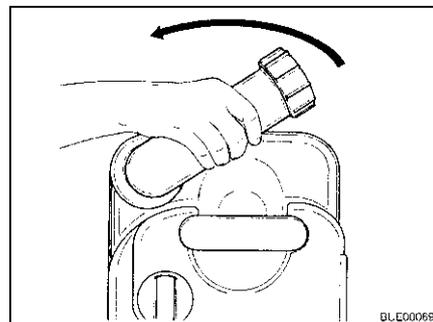

Fig. 220 Ruotare il bocchettone di scarico
- Ruotare il bocchettone di scarico verso l'alto (Fig. 220).